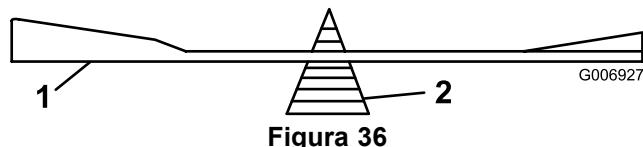

Figura 36
2. Verifique el equilibrio de cada cuchilla colocándola sobre un equilibrador de cuchillas (Figura 36). Si la cuchilla se mantiene horizontal, está equilibrada y puede utilizarse. Si la cuchilla no está equilibrada, afile algo de metal de la parte posterior de la cuchilla. Repita este paso hasta que la cuchilla esté equilibrada.